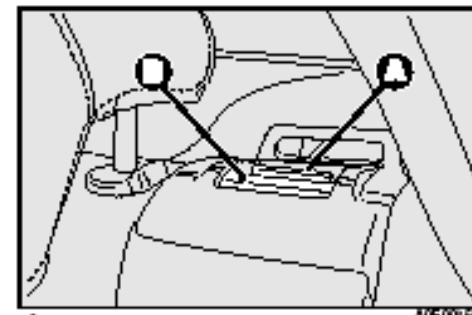

рис.96
- ☐ Поднимите вверх рычажок. **А** – рис. 96, удерживающий спинку, и опустите спинку вперед. При подъеме рычажка в окошке **В** появляется красный индикатор.
Убедитесь, что спинка надежно зафиксировалась с обеих сторон, (красный индикатор исчез из окошка В-рис.96). В противном случае при резком торможении спинка может наклониться вперед и травмировать пассажиров.